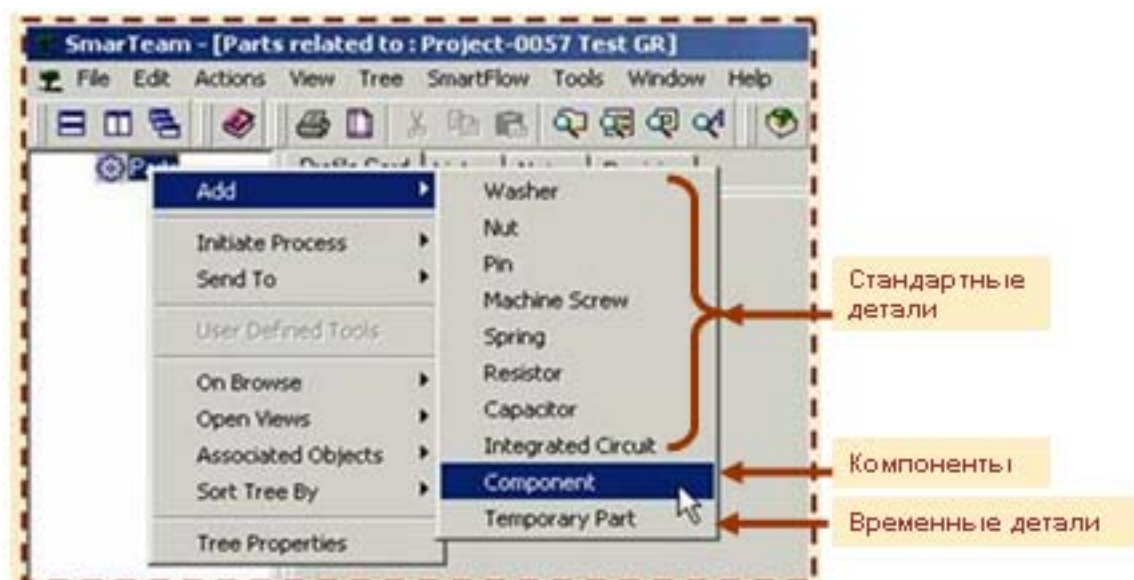

Рис. 8.2. Добавление данных
- ◆ Для каждого типа информации SMARTEAM позволяет задавать соответствующие данные. Например, в суперклассе деталей можно добавить (рис.8.2):